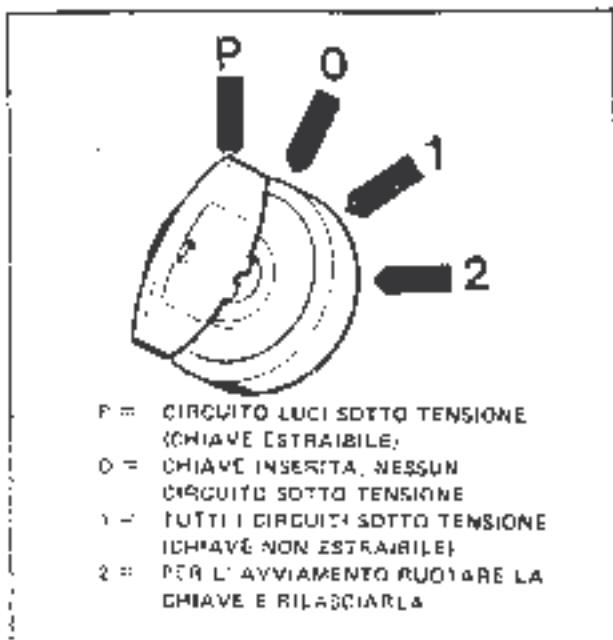

Figura 4. Comutatore a chiave
15. COMMUTATORE A CHIAVE PER ACCENSIONE, PREDISPOSIZIONE SERVIZI ED AVVIAMENTO MOLTORE: vedere la figura 4.